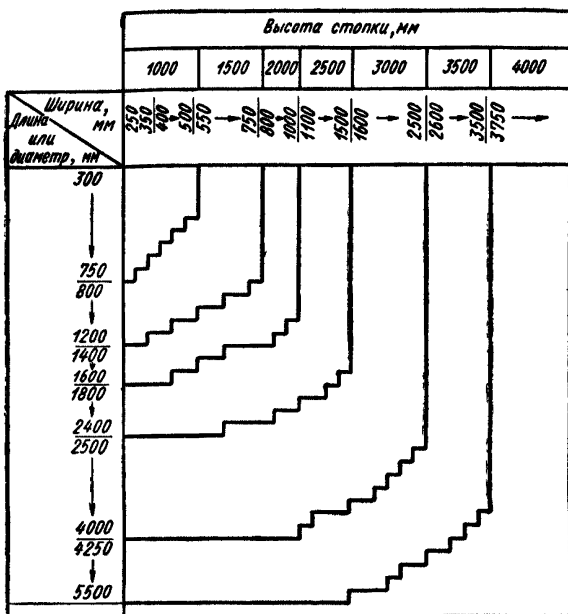

Рис. 1. Высота штабеля в зависимости от размера опок
12. Пустые опoki необходимо укладывать в устойчивые штабеля (рис. 1). Штабеля опок должны быть ровные, без уклонов и уложены на ровных площадках.